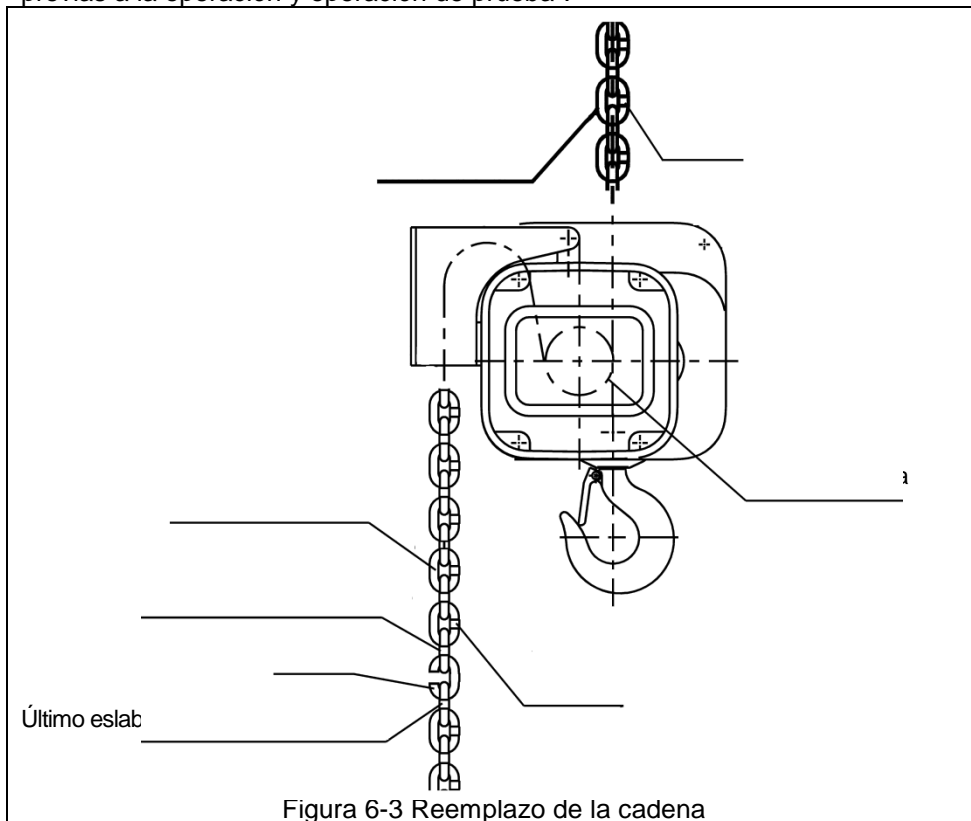

Figura 6-3 Reemplazo de la cadena
- 2) Consulte la Figura 6-3.
- 3) Quite los cuatro pernos de la cubierta del bastidor (A), la cubierta del bastidor (B), la tuerca (C) la arandela de seguridad (D) y el espaciador (E).
- 4) Quite los cuatro pernos del conjunto de la cubierta del motor (F) y quite cuidadosamente la unidad del freno del motor (G) del polipasto.
- 3) Con un eslabón "C", sujete la nueva cadena en el último eslabón de la cadena vieja del lado sin carga. El último eslabón de la cadena de carga nueva se debe conectar de tal forma que las porciones soldadas de los eslabones verticales de la cadena de carga estén orientados hacia afuera cuando pasen sobre la polea. Consulte la Figura 6-3.